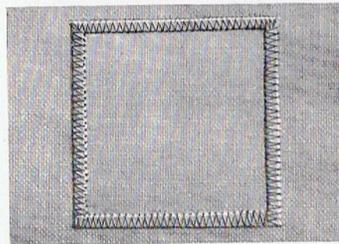

Abb. 43
**Aufsetzen von Flickern** (Abb. 43). Man bringt die schadhafte Stelle des Stoffes unter die Nähmaschine und legt auf diese den anzunähenden Flicker, der größer als das Loch sein muß.